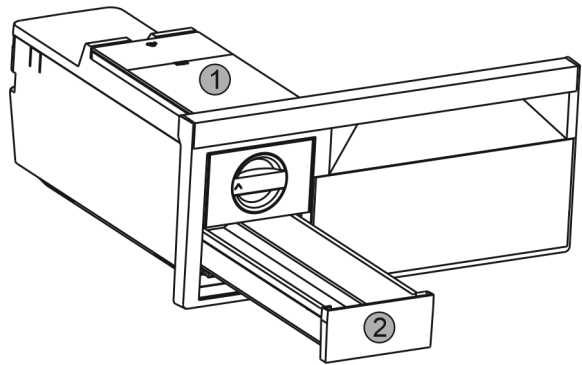

Fig. 54
► Enlever le réservoir d'eau Fig. 54 (1) et le tiroir à glaçons Fig. 54 (2).